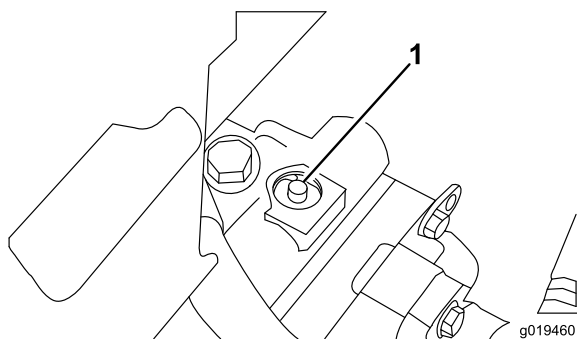

Figure 40
1. La vanne de dérivation se trouve en haut de la pompe à cylindrée variable (Figure 40). Tournez la vanne à 90° dans l'un ou l'autre sens pour l'ouvrir et dériver l'huile à l'intérieur de la transmission. Il est alors possible de déplacer la machine lentement sans endommager la transmission.